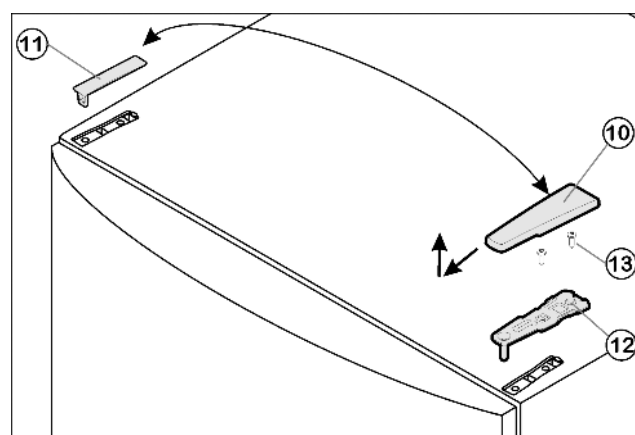

Fig. 4
- Trageți capacul Fig. 4 (10) în față și în sus.
- Ridicați capacul Fig. 4 (11).
- Deșurubați suportul de lagăr superior Fig. 4 (12) (2 șuruburi Torx® 25) Fig. 4 (13) și trageți-l în sus.
- ▶ Introduceți în ușă suportul de lagăr superior Fig. 4 (12), pe noua latură a balamalei.
- ▶ Înșurubați **strâns (cu 4 Nm)** suportul de lagăr superior Fig. 4 (12) (2 șuruburi Torx® 25) Fig. 4 (13). Eventual punctați în prealabil găurile de înșurubare sau utilizați o șurubelniță cu acumulator.
- ▶ Cuplați capacul Fig. 4 (10) și capacul Fig. 4 (11), fiecare pe partea opusă.